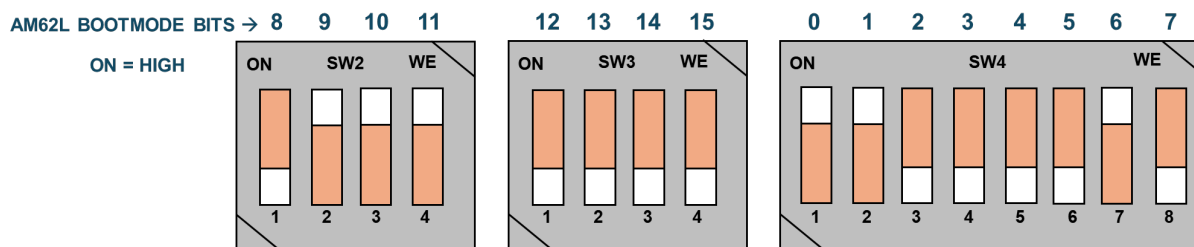

図 2-10. フルピン数構成のブートモード (SD カード ブート) の例
1. 評価基板ブート スイッチ セレクタ (SW4、SW3、SW2) を選択したブートモードに設定します。図 2-10 に、SD カードのフル ピン数構成のブートモードの例を示します。